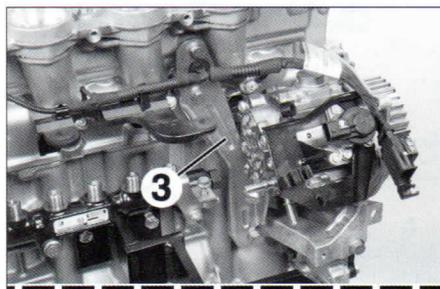
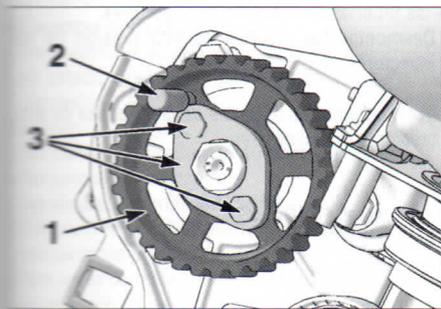
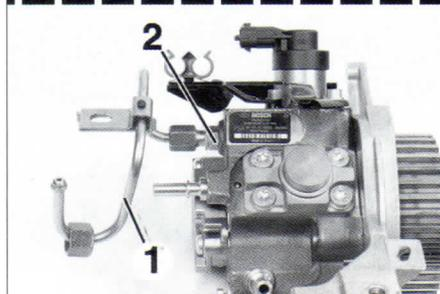

FIG.18
FIG.20
FIG.19
- Inmovilizar con un pasador (2) (ref. fabricante: (-). 0194-J), la rueda dentada (1) de la bomba (fig. 18).
- Desmontar la tuerca de fijación y extraer la rueda dentada de la bomba con un extractor apropiado (3) (ref. fabricante: 6028-T.A).
- Desmontar la tubería de alta presión (1) entre la bomba y la rampa aplicando un contra-par sobre el racor (2) de la bomba de alta presión (fig. 19).
- Desmontar las 3 fijaciones delanteras (fig. 20), con el soporte trasero (3) (fig. 19) de la bomba y separarla.